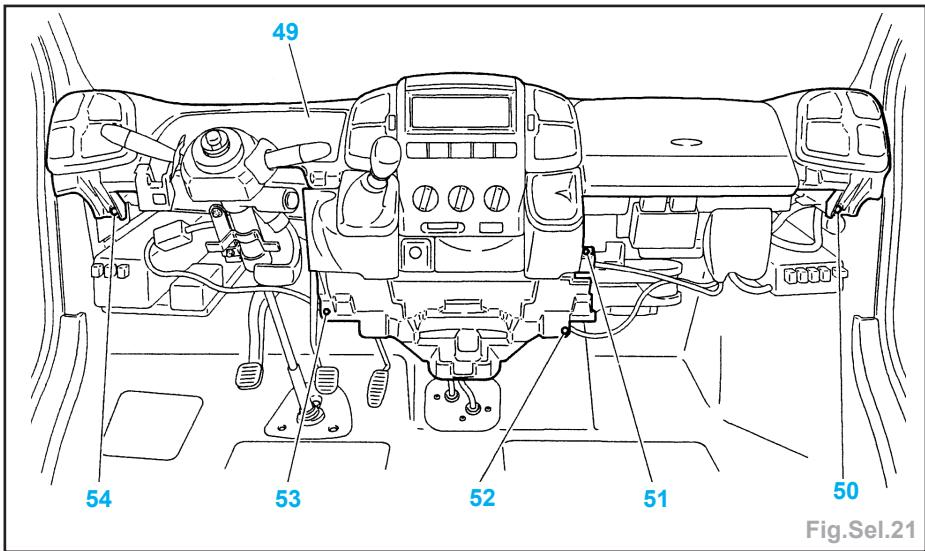

Fig.Sel.21
- Déposer les vis (54, 53, 51, 52 et 50) (Fig.Sel.21).
- Déposer la partie sup. de planche de bord (49).